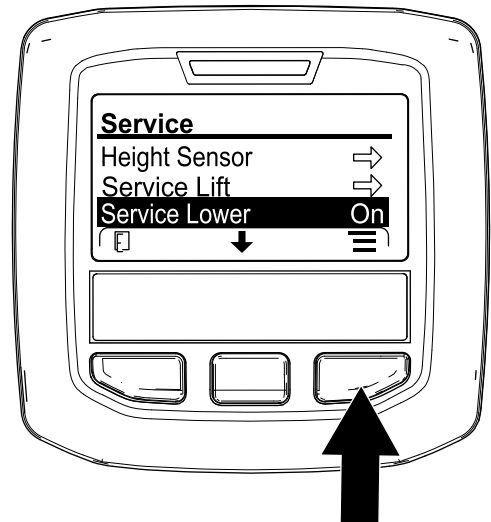

Figure 178
6. Appuyez sur le bouton central de l'InfoCenter jusqu'à ce que l'option SERVICE LOWER (abaissement pour entretien) soit sélectionnée (Figure 178), puis appuyez sur le bouton droit.